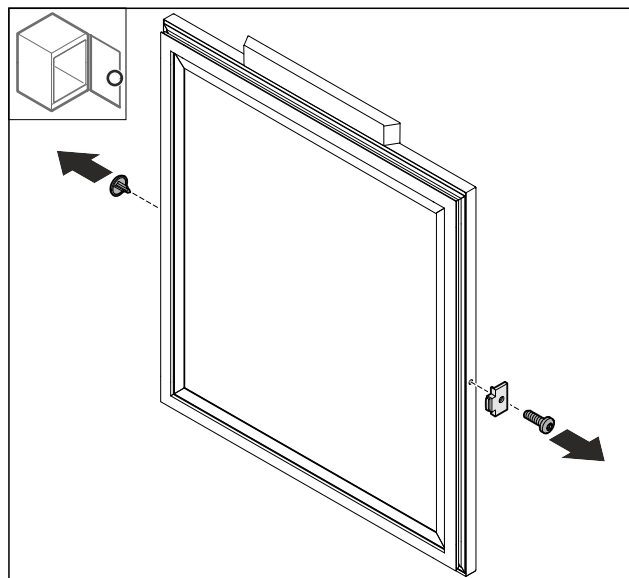

Fig. 47
- Odstraňte kryt Fig. 47 (1).
- Odmontujte dveřní zarážku Fig. 47 (2).